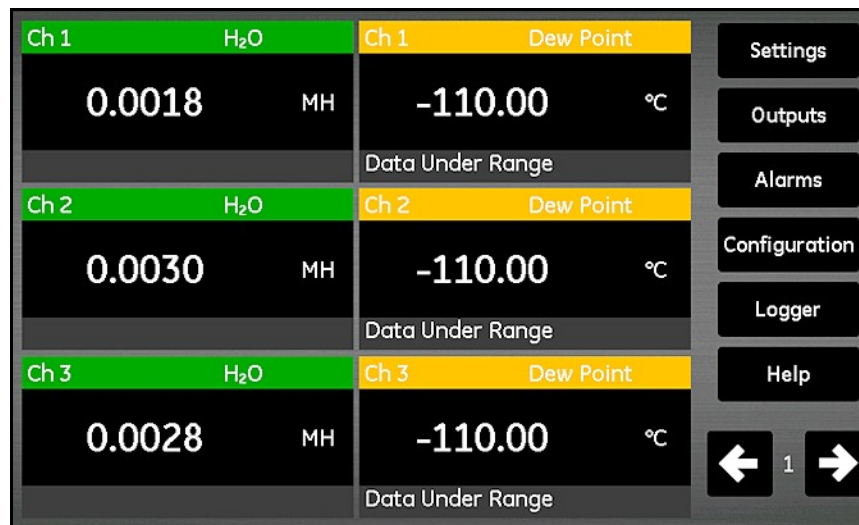

Figura 27: Tela Exibição de medição
3. Uma tela de exibição de medição, semelhante à mostrada na *Figura 27* abaixo.
A tela de exibição de medição mostrada na *Figura 27* acima é uma tela de toque que inclui os seguintes itens: